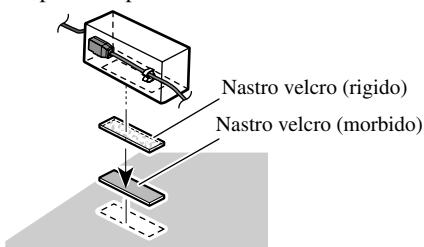

Fig. 9
• Installazione della scatola di connessione del cavo ottico con nastro velcro. (Fig. 9)